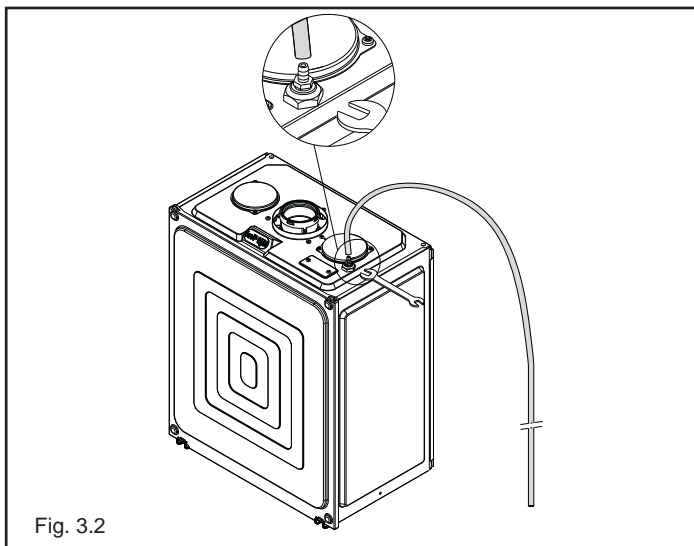

Fig. 3.2
1. Con una chiave CH11 aprire la valvola di sfogo aria manuale posizionata sopra la cassa aria (fig. 3.2). È necessario collegare alla valvola il tubetto a corredo caldaia per poter scaricare l'acqua in un recipiente esterno.